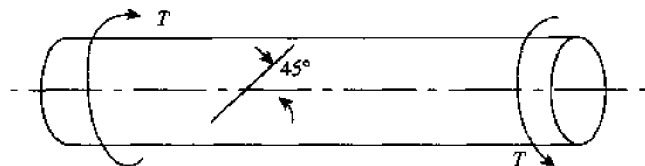

图 7-40
4. 如图 7-40 所示, 直径 2cm 的受扭圆轴, 测得与轴线成 45° 方向的线应变 $\varepsilon_{45^\circ} = 520 \times 10^{-6}$, 已知 $E=200\text{GPa}$, $\mu=0.3$, 试求扭转力矩 T 。